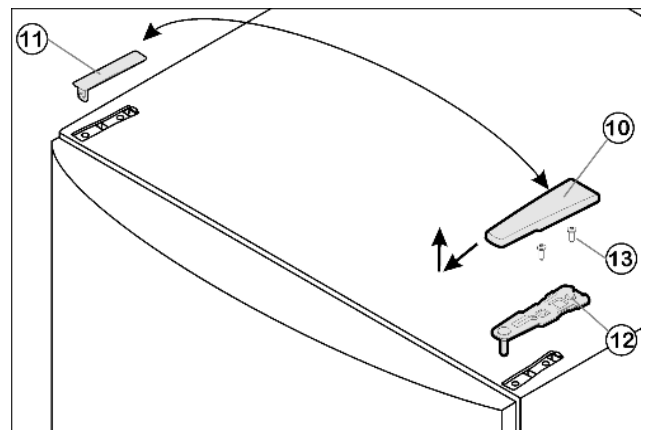

Fig. 4
- Afdekking Fig. 4 (10) naar voren naar boven wegnemen.
- Afdekking Fig. 4 (11) wegtillen.
- Bovenste lagerbus Fig. 4 (12) losdraaien (2 x Torx 25) Fig. 4 (13) en naar boven wegtrekken.
- ▶ Plaats de bovenste lagerbus *Fig. 4 (12)* aan de nieuwe scharnierkant in de deur.
- ▶ Bovenste lagerbus *Fig. 4 (12)* vastschroeven (2 x Torx 25) *Fig. 4 (13)*. Steek de schroefgaten indien nodig voor of gebruik de accuschroevendraaier.
- ▶ Afdekking *Fig. 4 (10)* en afdekking *Fig. 4 (11)* telkens op de tegenoverliggende zijde vastklikken.